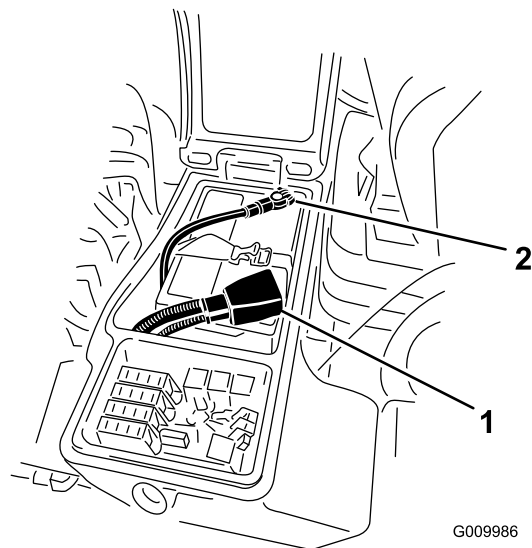

図 61
4. 赤いケーブルをバッテリーの端子に、黒いケーブルはバッテリーの端子に固定する 図 61